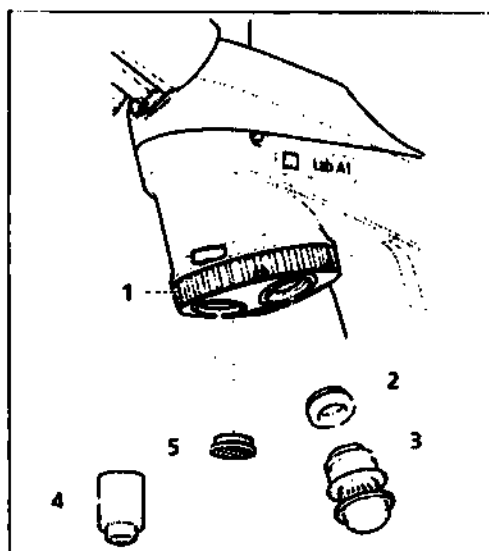

Рисунок 3-8. Вкручивание объективов
- Снимите пылезащитные крышки (рисунок 3-8/5) из отверстий в наконечнике.
- Выньте объективы (рисунок 3-8/4) из чехла и вкрутите их в наконечник (рисунок 3-8/1) начиная с объектива с самым малым увеличением (вращение по часовой стрелке).
- Вместо объектива можно вкрутить маркер образца (рисунок 3-8/3) с разделительным кольцом W0.8/M27 (рисунок 3-8/2) в любое положение наконечника. Если маркер наконечника не используется длительное время, наденьте защитную крышку для предотвращения загрязнения.